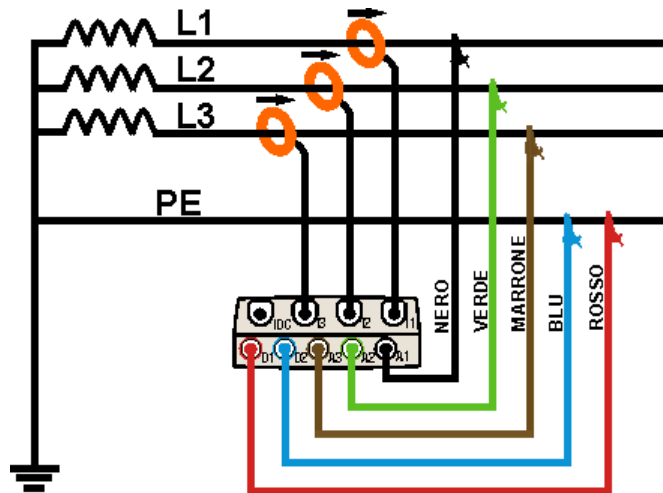

Fig. 174: Collegamento dello strumento in un sistema Trifase 3-fili
2. Collegare i cavi di misura della tensione sui conduttori di Fase L1, L2, L3 e Terra rispettando i colori come mostrato in Fig. 174. **Verificare a display l'indicazione "123" relativa al corretto senso ciclico delle fasi** (vedere il § 5.2.4) ed effettuare le opportune correzioni fino al raggiungimento di tale situazione
3. Collegare le pinze di corrente sui conduttori di Fase L1, L2, L3 come mostrato nella Fig. 174 **rispettando il verso della freccia** presente sulla pinza stessa che indica la direzione convenzionale della corrente da generatore a carico. **Verificare sempre, nelle videate della sezione Visualizzazione Misure, che le Potenze Attive P1, P2, P3 siano sempre positive e che i fattori di potenza Pf1, Pf2, Pf3 siano corrispondenti ad un carico, normalmente induttivo**, prima di attivare una registrazione. In caso di valori negativi delle potenze attive ruotare le pinze di 180° sui conduttori interessati